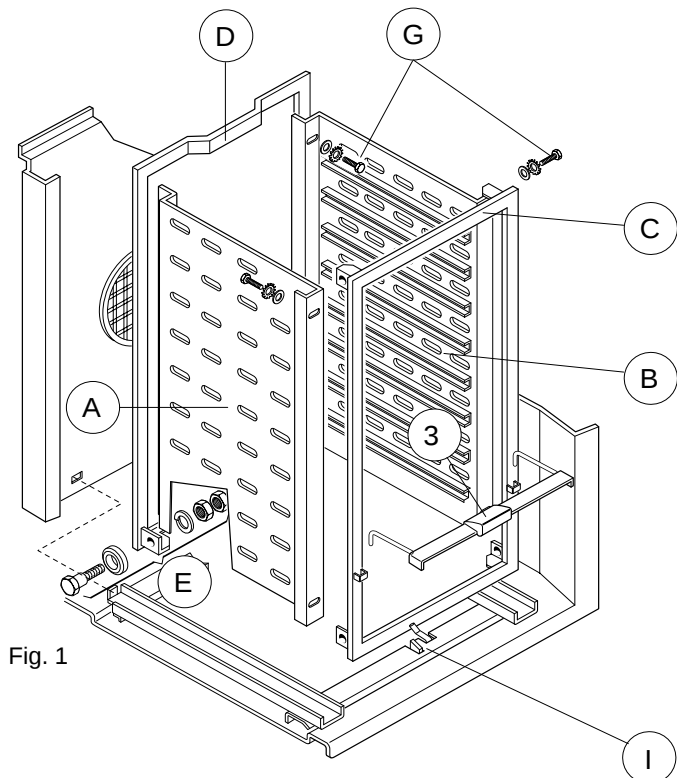

Fig. 1
- 3- Maniglia per la movimentazione struttura carrellata (fig.1).
1.1 Kit for sliding pan holder unit (figs. 1 - 2)
3 - Handle for moving the unit with runners (fig. 1).